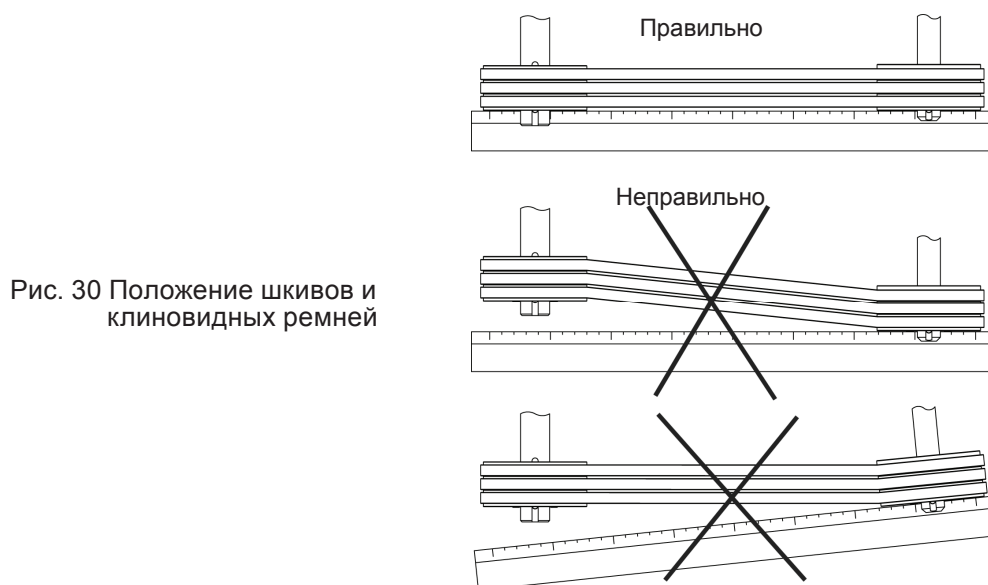

Рис. 30 Положение шкивов и клиновидных ремней
Натянув новые ремни, следует проверить установку шкивов, в том числе при помощи уровня проверить их параллельность, а также убедиться, что их канавки находятся в одной плоскости (рис. 30). После правильной установки следует прокрутить привод без нагрузки, чтобы ремни хорошо улеглись в углублениях шкивов. Новые ремни должны быть заново подтянуты через 50 часов работы.
5. правильно установить ременные шкивы (рис. 30)